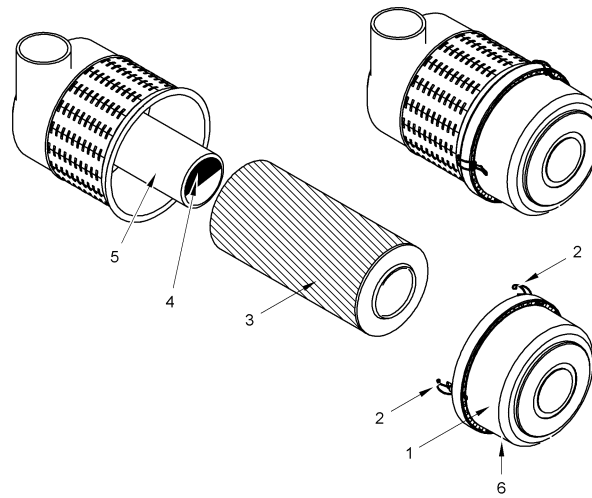

Fig. 220 Estrutura do filtro de ar
| 1 | Abra as braçadeiras de trava (2) na Fig. 220 da tampa do filtro de ar (1) e remova a tampa do filtro de ar. |